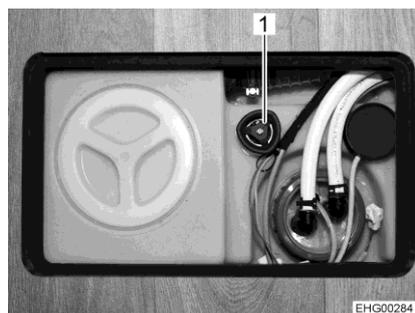

Fig. 105 Poignée tournante (réservoir d'eau)
- Faire tourner à fond dans le sens des aiguilles d'une montre la poignée tournante (Fig. 105,1) située sur le réservoir d'eau.
- Faire tourner la poignée tournante (Fig. 105,1) située sur le réservoir d'eau dans le sens inverse des aiguilles d'une montre jusqu'au premier cran. L'eau s'écoule, env. 20 litres restent.
- Faire tourner la poignée tournante (Fig. 105,1) du réservoir d'eau à fond dans le sens inverse des aiguilles d'une montre au-delà de la résistance pour ouvrir entièrement l'ouverture d'écoulement.